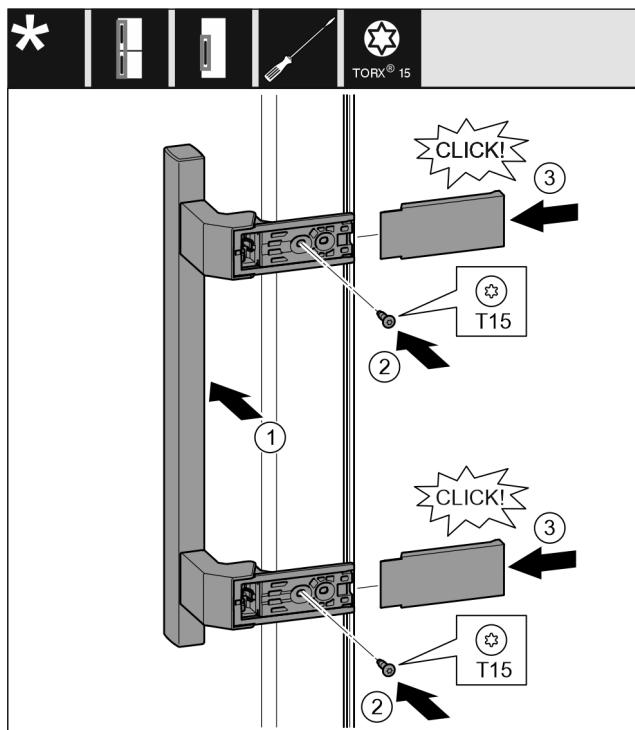

Fig. 18
- ▶ Postavite ručicu na suprotnoj strani. Fig. 18 (1)
- ▶ Odvijačem T15 čvrsto pritegnite vijke. Fig. 18 (2)
- ▶ Postavite pokrove bočno i nataknite ih. Fig. 18 (3)